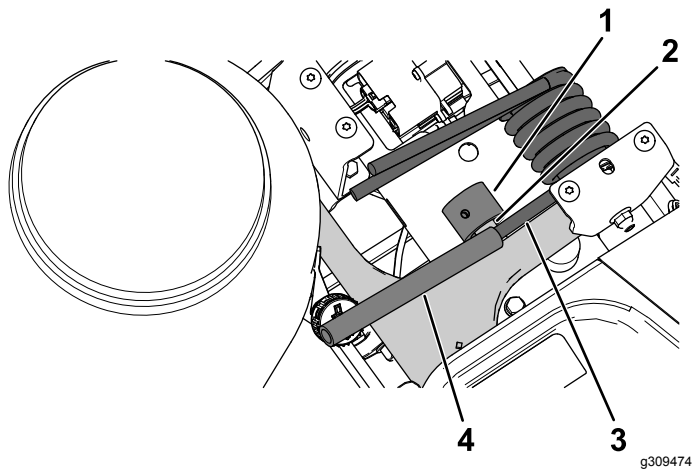

Figure 3
3. Glissez l'entretoise sur le tenon du bras oscillant (Figure 3).
4. D'une main, soulevez l'extrémité du ressort de torsion pour la détacher du tenon du bras oscillant et glissez l'entretoise entre le ressort de torsion et le tenon (Figure 3).